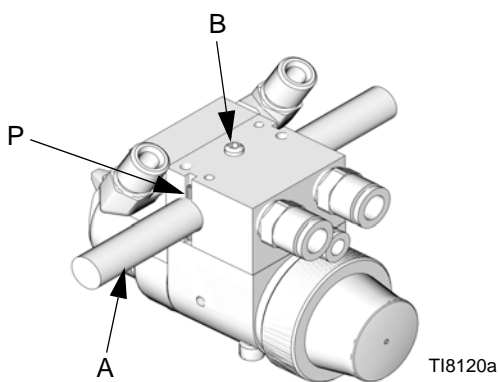

FIG. 3 : Montage du bras à mouvement alternatif
1. Introduisez la barre (A) dans le trou du collecteur comme indiqué à la FIG. 3.